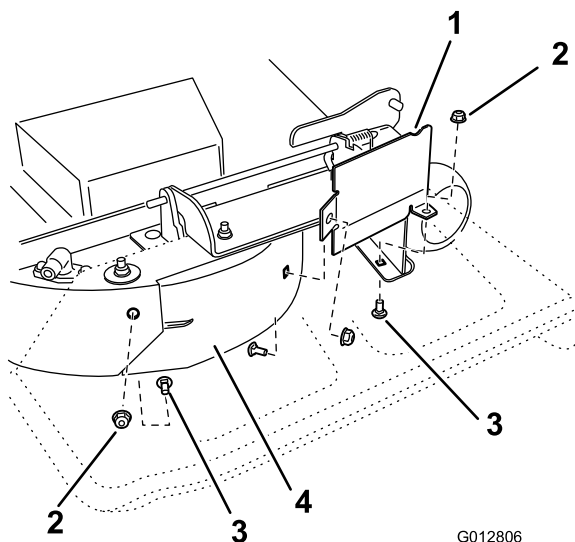

Figura 33
8. Remova o parafuso de carroçaria (5/16 x 3/4 pol.) e porca de bloqueio (5/16 pol.) na parede lateral da plataforma do cortador que prende o abafador esquerdo à plataforma (Figura 33).
9. Localize o resguardo do abafador na extremidade frontal da abertura de descarga lateral. Remova os dispositivos de fixação que prendem o resguardo do abafador e abafador direito à plataforma do cortador como se mostra em Figura 33. Remova o resguardo do abafador e guarde todos os dispositivos de fixação.